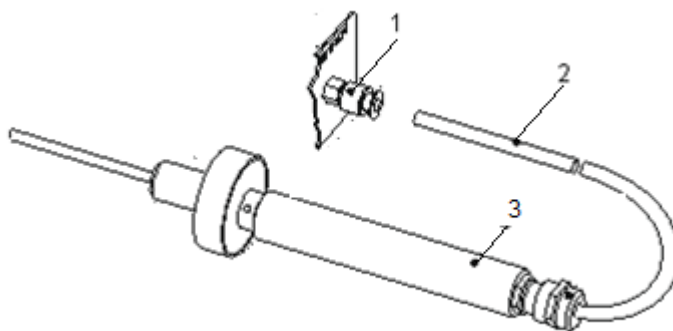
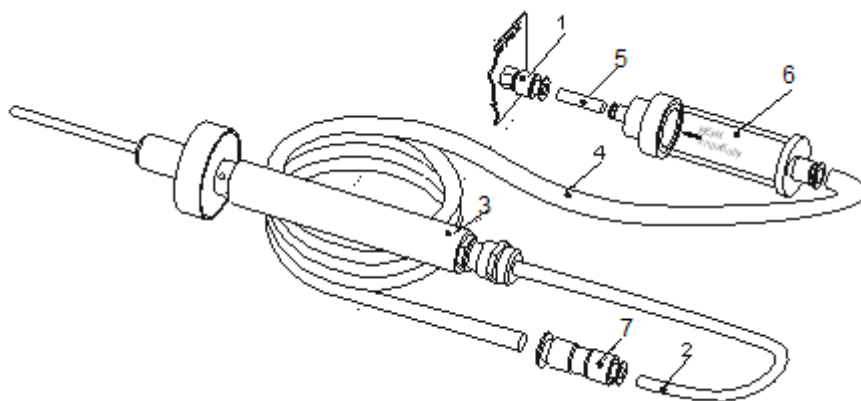

Рис. 1. Схема соединения элементов пробоотборника с газоанализатором
Рис. 2. Схема соединения удлинителя и устройства защиты детектора с газоанализатором
1.1 Отсоедините трубку фторопластовую 2 от штуцера ПРОБА 1 (рис. 1). Соедините устройство (6) со штуцером ПРОБА (1), используя трубку (5) (поставляется с устройством), и с удлинителем (4), трубку 2 соедините с переходником (7) удлинителя (рис. 2).
2.3. Для проверки чистоты устройства с помощью фторопластовой трубки 5 соедините выход устройства с входным штуцером 1 газоанализатора (см. рис. 2), а вход – с фильтром-поглотителем и включите газоанализатор. Если показания ФИД газоанализатора не превышают 5 мг/м³, устройство считается пригодным к использованию. Если показания газоанализатора превышают 5 мг/м³, следует промыть фильтр повторно и заменить мембрану.